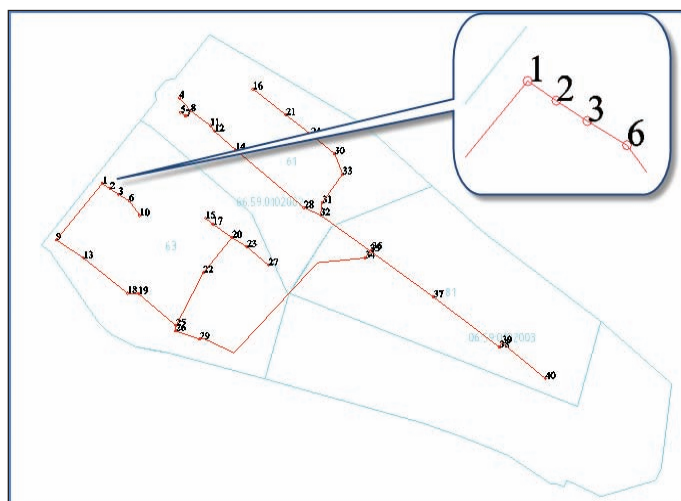

Рис. 5. Результат применения команды *Упорядочить номера контуров и точек*
5. В процессе создания объекта "Сооружения" программа автоматически нумерует вершины его контуров, начиная с первой созданной. После применения команды *Упорядочить номера контуров и точек* характерные точки контура нумеруются по часовой стрелке – начиная с точки, расположенной в северо-западной части плана (рис. 5).